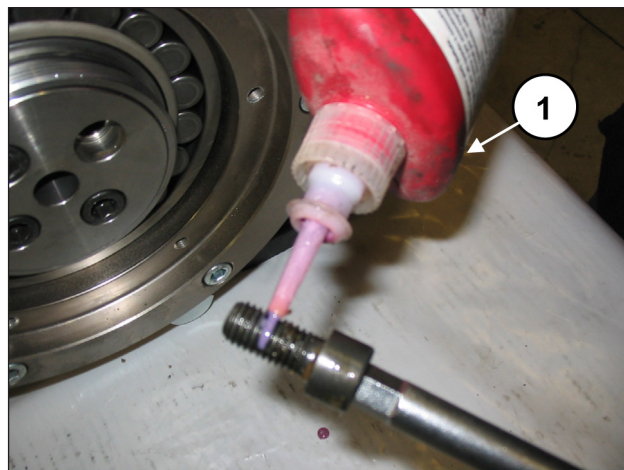

Fig. 87
Aplicar LOCTITE 243 a las roscas de los tornillos M12x25 (pos. ①, Fig. 87).